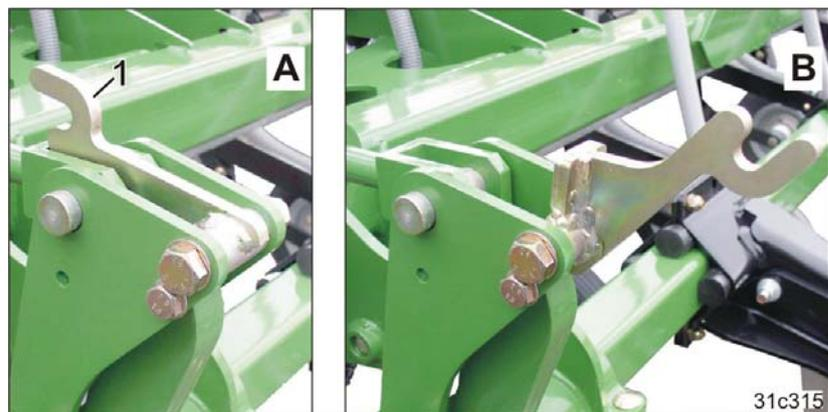

Fig. 206
2. Verschwenken Sie den Hebel (Fig. 206/1), wie in Figur (Fig. 206/B) dargestellt.
Nach dem Ausklappen nimmt der Hebel (Fig. 206/1) automatisch wieder die Position, wie in Figur (Fig. 206/A) gezeigt, ein.
Das Betätigen des Hebels (Fig. 206/1) vor dem Einklappen der Maschinenausleger bewirkt das Verschwenken der Schare auf eine Transporthöhe von 4,0 m.